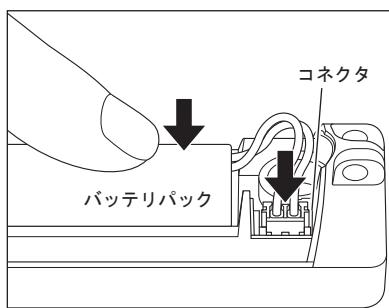

図 14
- 7) ラベルの指示に従い、コネクタを向きを合わせてしっかりと挿し込みます。(図 14)
- 8) バッテリパックをモータハンドピースに装着します。(図 14)